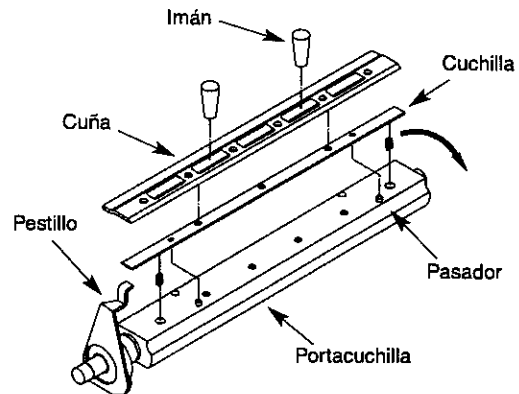

Figura 19 – Retire la Cuchilla
- Retire la cuña mediante los imanes (Figura 19) que se incluyen.